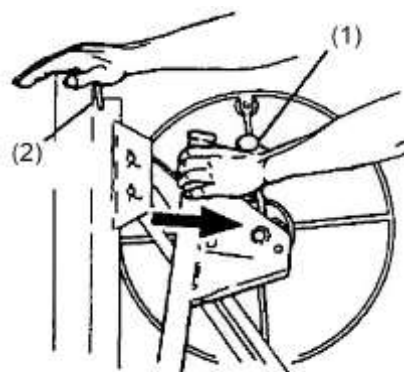

Figure 4
- c. Placez votre main droite sur le haut du cadre. Continuez à tenir le bras de frein autant que nécessaire **(1)** pour prévenir l'effet coup de fouet du câble. Puis tirez le treuil complètement vers vous (Fig. 4).